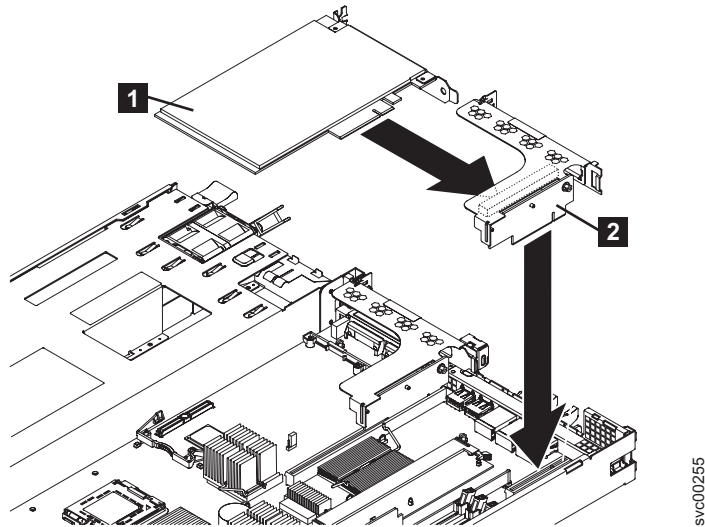

図 152. SAN ボリューム・コントローラー 2145-8G4 からのライザー・カード・アセンブリの取り外し
6. ライザー・カード・アセンブリー (505 ページの図 152の **2**) を後部エッジで